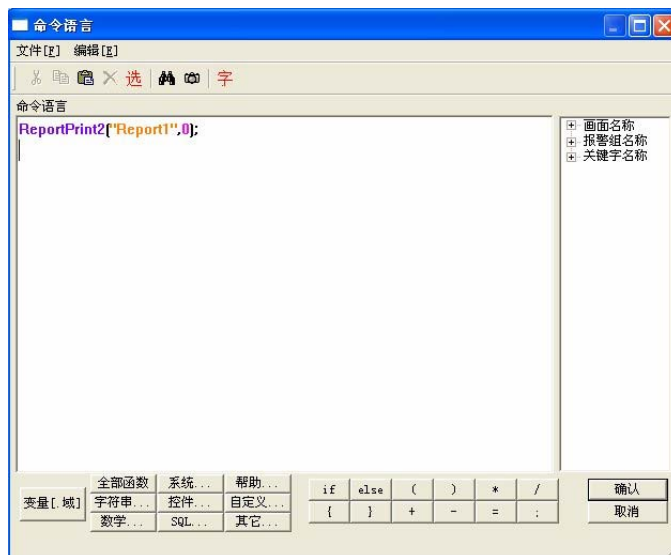

图 8-7
- 2、在按钮的弹起事件中输入如下命令语言，如图 8-7 所示：